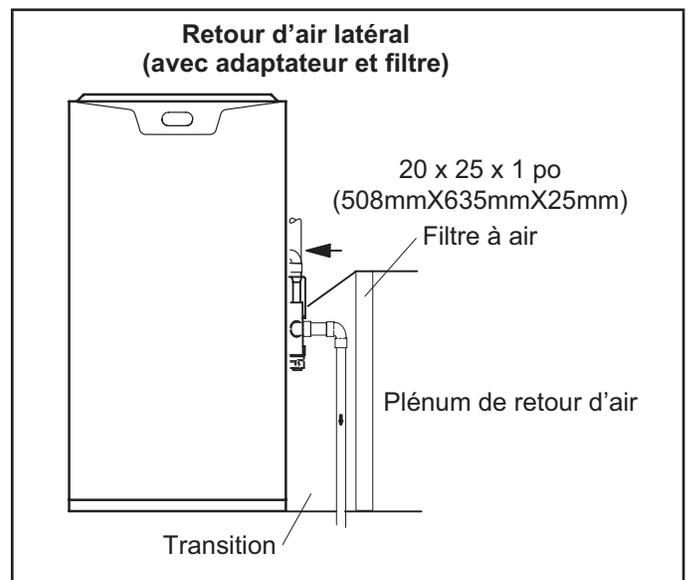

FIGURE 13
**Le EL195UHNE avec retour d'air latéral et purgeur de condensat sur le même côté de l'enceinte (le purgeur peut être installé à une distance de 5 pieds maximum) nécessite une base de reprise d'air ou un adaptateur (non fourni) permettant d'installer un accessoire d'amélioration de la qualité de l'air intérieur (IAQ) facultatif de hauteur supérieure à 14,5 po. Voir la « FIGURE 13 ».**